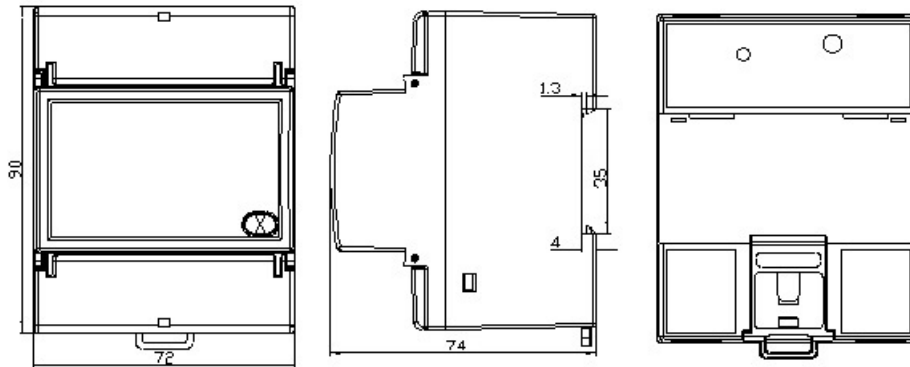

Рисунок 10 - Посадочные и габаритные размеры электросчетчика ИНТЕГРА 102
- выбрать подходящее условиям эксплуатации место установки, исходя из требований мер безопасности, габаритных размеров счетчика, указанных на (рис.10), и удобства подвода к счетчику проводов сети;